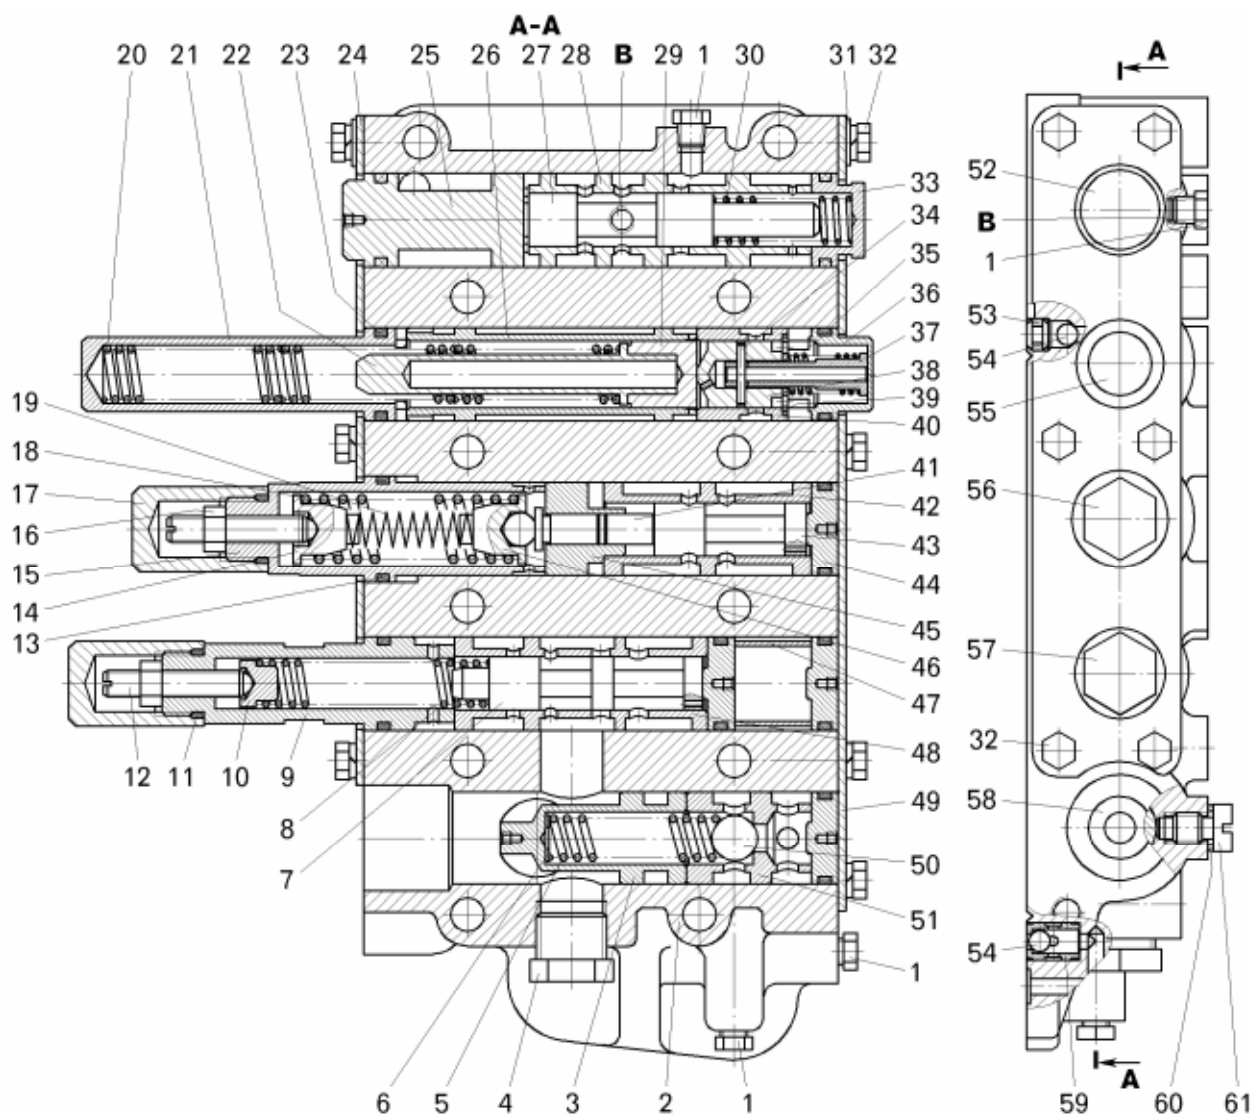

Рисунок 6.19 – Золотниковая коробка:
- отвернуть стопорный винт 61 (рисунок 6.19) крышки аварийного клапана главной гидролинии с уплотнительной прокладкой 60;